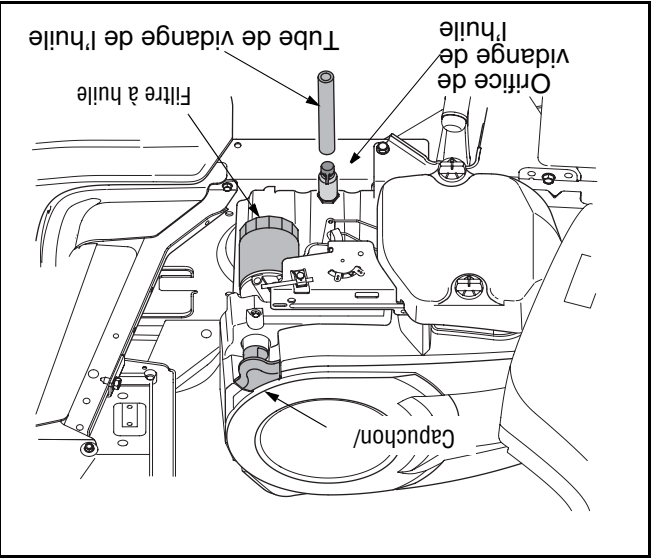

Figure 15
- Soulevez le capuchon de protection à l'extrémité de la soupape de vidange de l'huile pour exposer l'orifice de vidange. Voir la Figure 15.